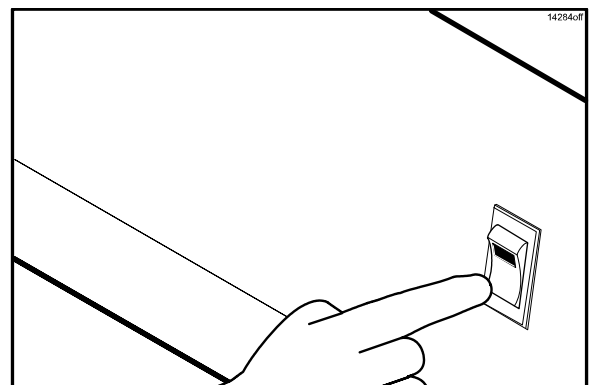

Abbildung 115
51. Den Abzugshauben-Sperrschalter ausschalten (Stellung OFF). (Siehe Abbildung 115.)